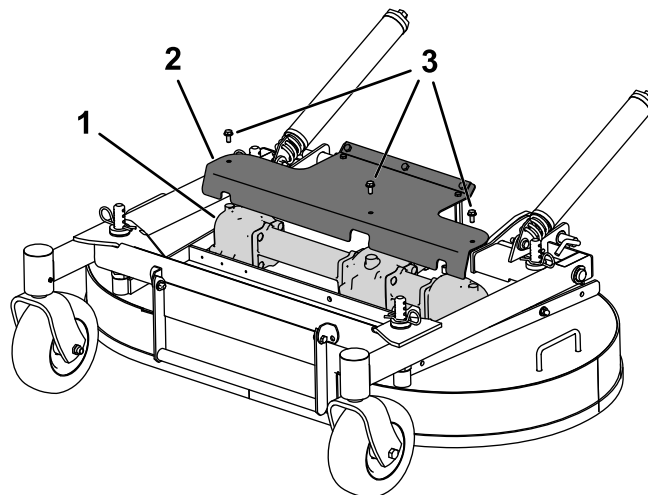

Figure 34
3. Déposez la protection pour accéder au boîtier d'engrenages (Figure 34)